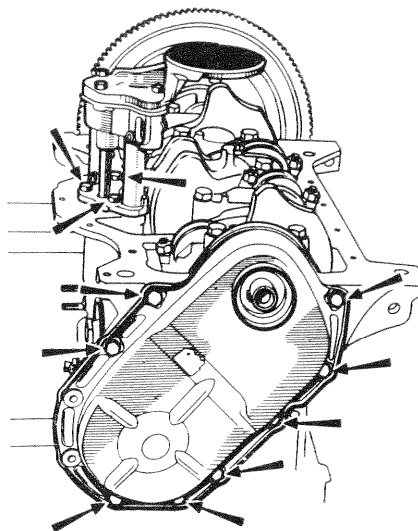

Fig. 29. — Dépose du carter de distribution et de la pompe à huile (moteur renversé)
- le tendeur de chaîne (fig. 29 et 30).